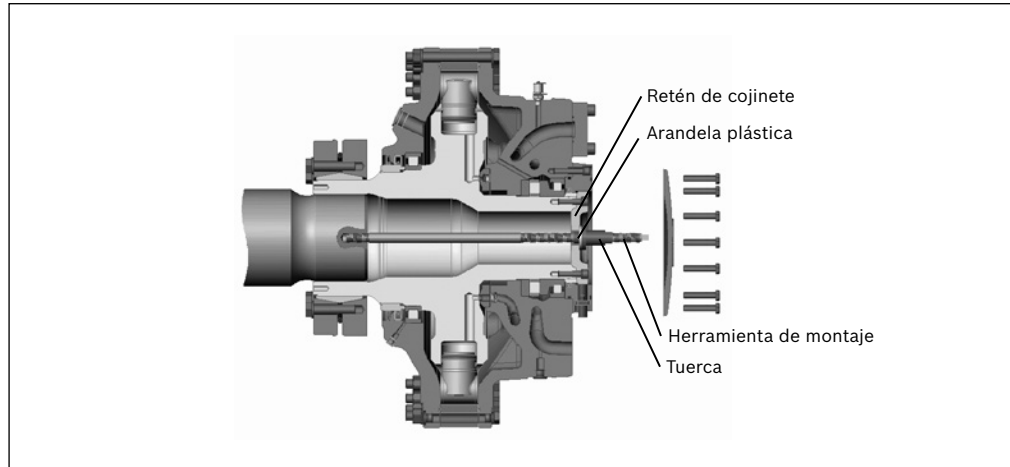

Fig. 16: Retiro de las unidades Hägglunds CA50 y CB840
- Retire la cubierta del extremo y el retén del cojinete junto con los pernos y las arandelas, consulte *Fig. 16: Retiro de las unidades Hägglunds CA50 y CB840*.